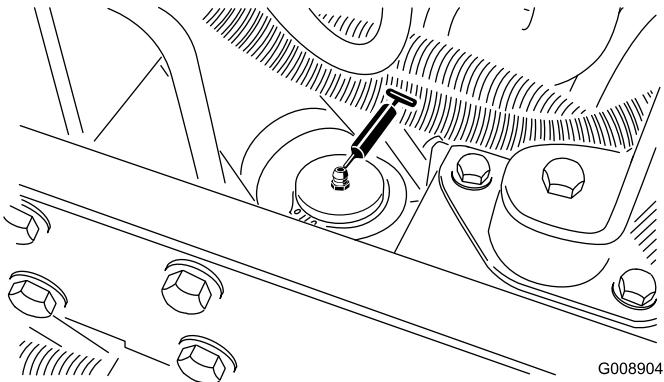

Figura 57
- Cilindro di sterzo (Figura 57)